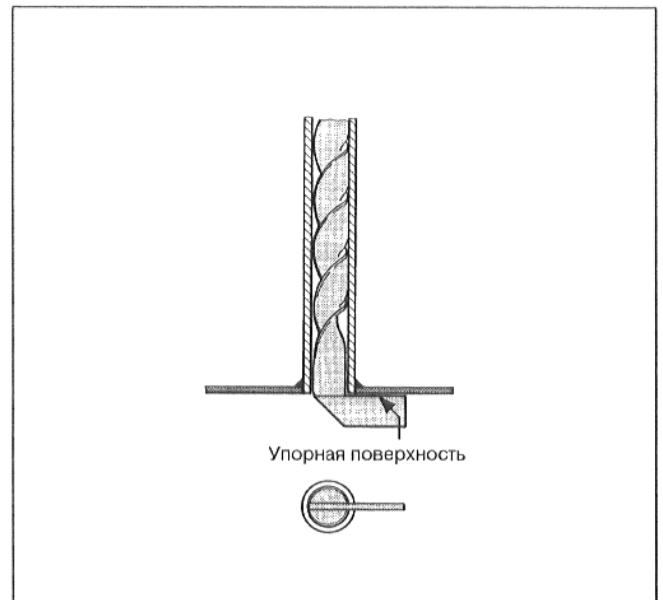

Рис. 27
**Указание:** Перед закрыванием двери корпуса котла проверить правильность установки завихрителей (Рис. 27).
При этом обеспечить, чтобы упорная поверхность с торцевой стороны прилегла в горизонтальной плоскости к подключаемой трубе отопления (Рис. 27).